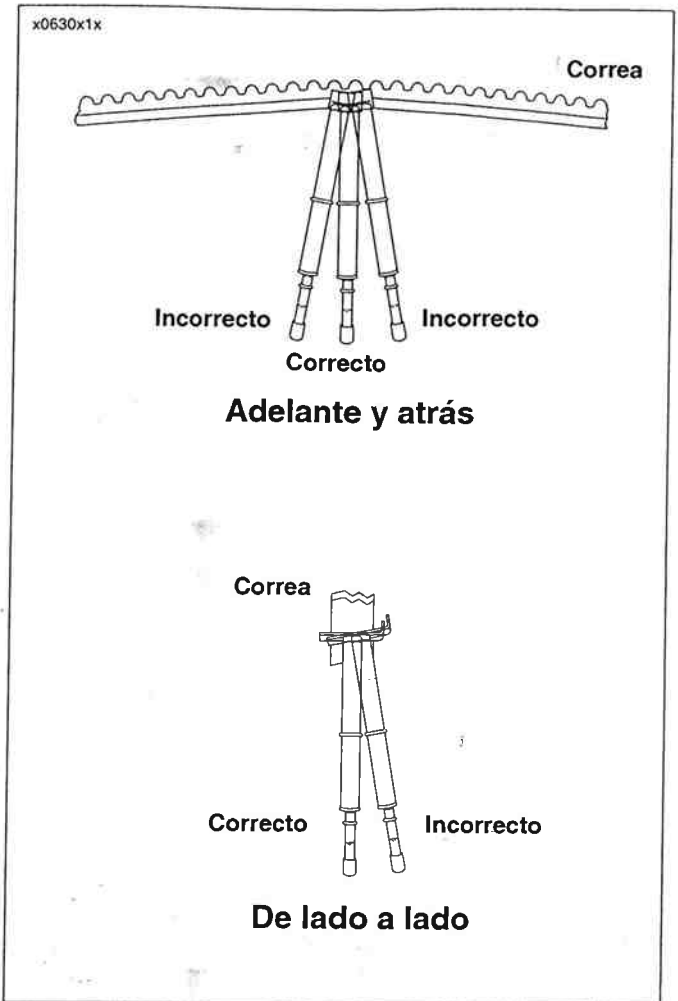

Figure 1-42. Uso del indicador de tensión de la correa
- Vea la Figure 1-42. La herramienta debe estar a un ángulo de 90 grados con respecto a la correa, tanto adelante como atrás, y de lado a lado para poder obtener una lectura precisa.